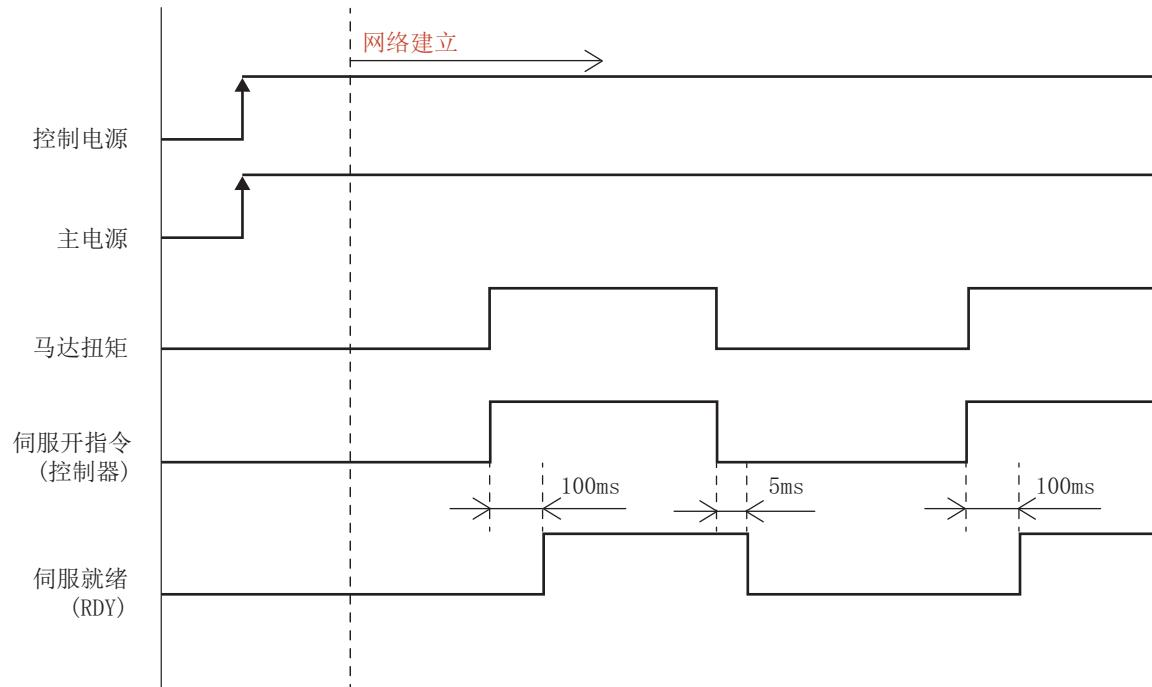

图2-10 时序图
- c. 在使用带有制动的马达的情况下，请在使马达动作之前切实地解除制动。在未解除制动就使得马达动作的情况下，恐会导致马达烧损，所以请在参照「图 2-10 时序图」的基础上，注意时机。